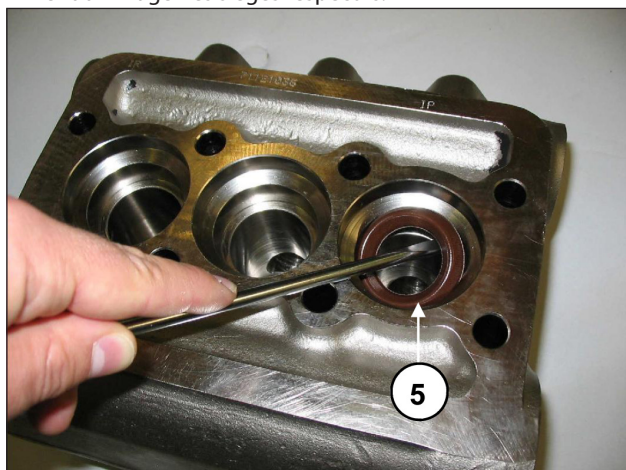

Fig. 21
C) Extraire les bagues d'étanchéité à haute pression de la culasse et celles de basse pression du support correspondant en utilisant des outils ordinaires, comme l'indique la Fig. 21, rep. ⑤, en ayant soin de ne pas endommager les sièges respectifs.